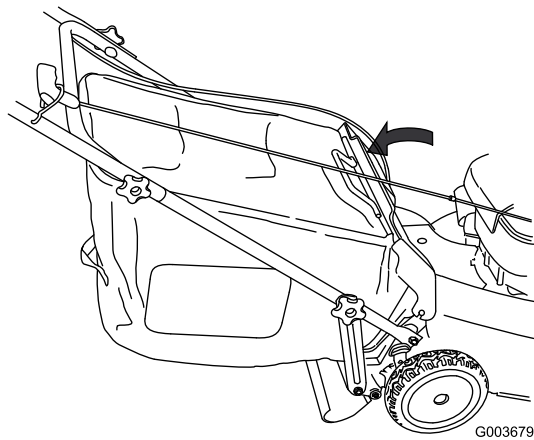

Figure 38
5. Abaissez le volet arrière (Figure 38).